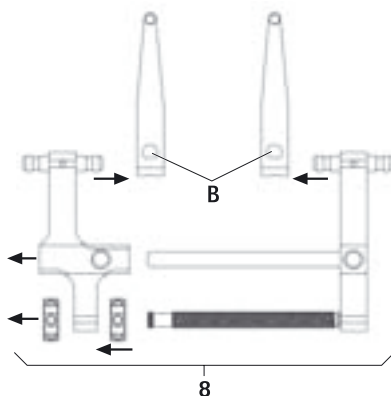

Fig. 4
- Desmontar el distractor **8** y las hojas distractoras, ver Fig. 4: Accionar la corredera **B** y retirar la hoja distractora FW239R.